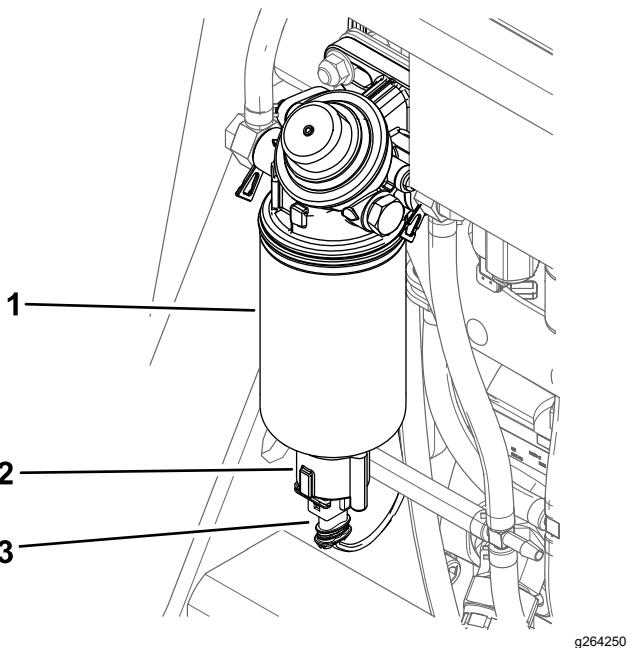

Figura 52
6. Desconecte el arnés de cables del separador de agua (Figura 52).
7. Desenrosque el interruptor de la parte inferior del cartucho del filtro y deje que se vacíe el agua (Figura 52).
8. Instale el interruptor (Figura 52).
9. Conecte el arnés de cables al interruptor (Figura 52).
6. Desenrosque el interruptor y vacíe el separador de agua (Figura 52).